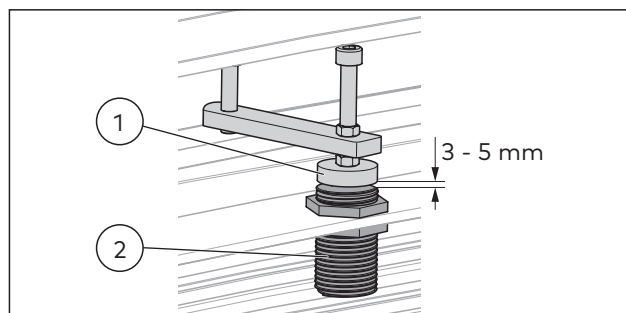

Abb. 100 Nullpunktsensor
- Der Nullpunktsensor (Abb. 100/2) und der entsprechende Nocken (Abb. 100/1) wurden justiert.